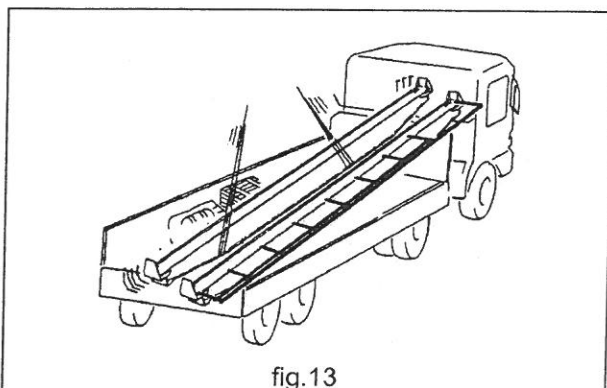

fig.13
- Il trasporto dovrà essere effettuato da trasportatori qualificati in grado di garantire la corretta movimentazione del materiale trasportato. La società **FOM S.p.A.** non assume responsabilità nel caso di trasporti a cura del cliente o di trasportatori scelti dallo stesso (fig.13)